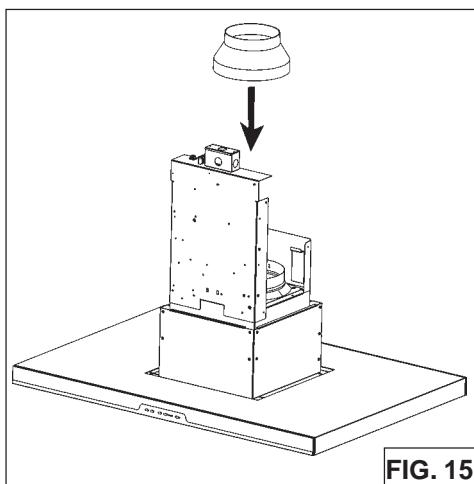

FIG. 15
1. Installez le collier de décharge fourni avec la hotte (Fig.15).
2. Fixez l'adaptateur de 15,2 à 20,3 cm (de 6 à 8 po) sur la sortie du ventilateur et scellez les joints avec du ruban en aluminium pour conduits (Fig.15).